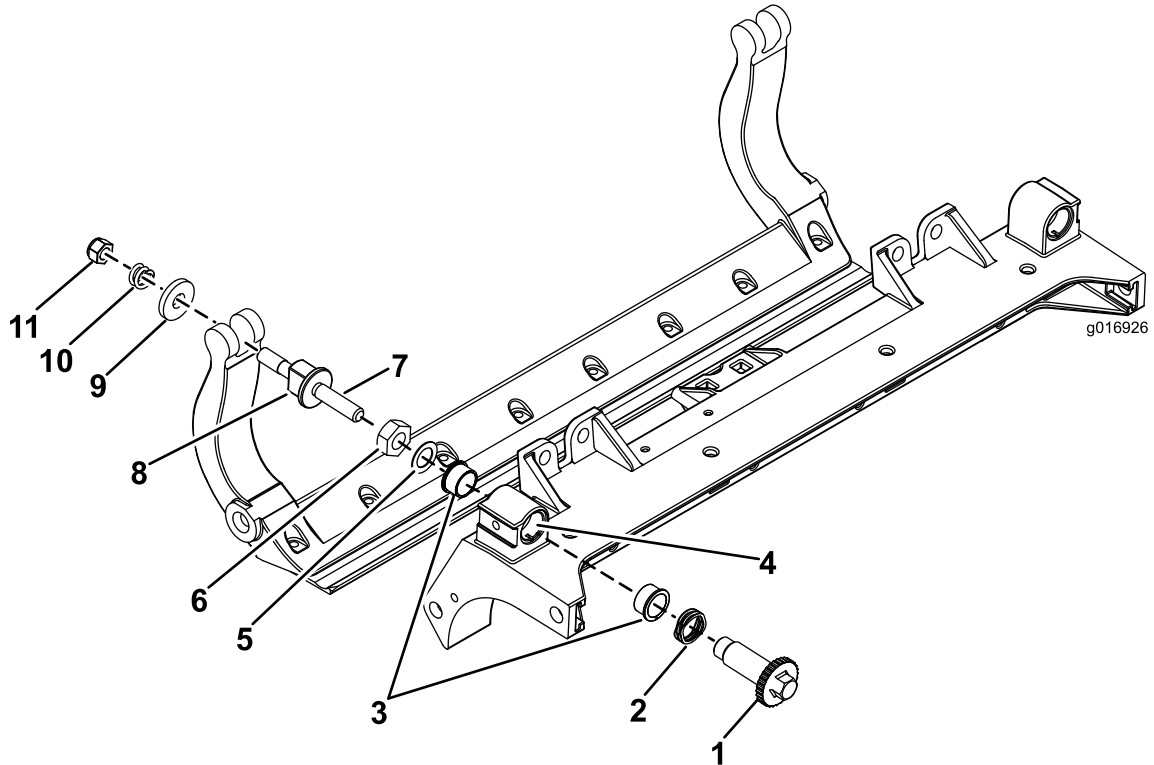

図 34
1. 全部のパーツを取り外すHD DPA キットモデル 120-7230の 取り付け要領書および図 34を参照。
2. カuttingユニットのセンターフレームのブッシュ挿入場所にネバーシーズを塗布する図 34。
3. フランジブッシュのキーとフレームのキー溝を揃えて、ブッシュを挿入する図 34。
4. アジャスタシャフトにウェーブワッシャを通し、アジャスタシャフトをCuttingユニットのフレームのフランジブッシュに通す図 34。
5. 平ワッシャとロックナットでアジャスタシャフトを固定する図 34。ホイールナットを 20-27 N-m/15-20 ft-lb=0.17-0.23 kg.mにトルク締めする。
12. その外側からスチール製ワッシャを取り付ける図 34。
13. 各ベッドバーアジャスタ・アセンブリを締め付けて圧縮スプリングを完全に圧縮し、そこから1/2回転だけ戻す図 34。